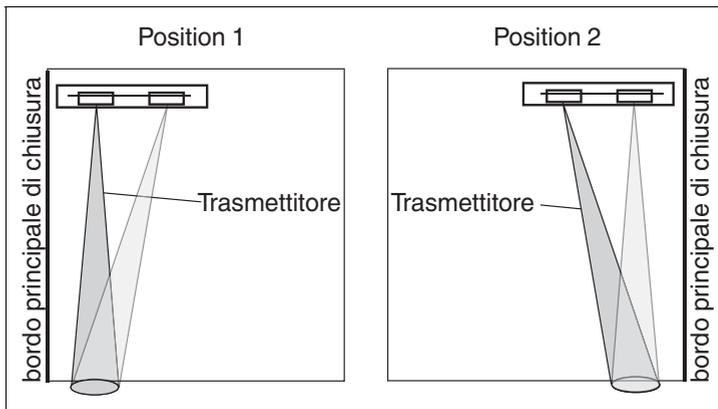

Figura 5.1 Descrizione dell'impostazione del raggio di monitoraggio sul bordo di attacco
1. Impostare gli emettitori di tutte le unità di controllo da utilizzare nello stesso modo. -> Regolare sempre l'emettitore verso il lato incernierato della porta (opposto al lato di attacco) → vedere Figura 5.1 on page 10.